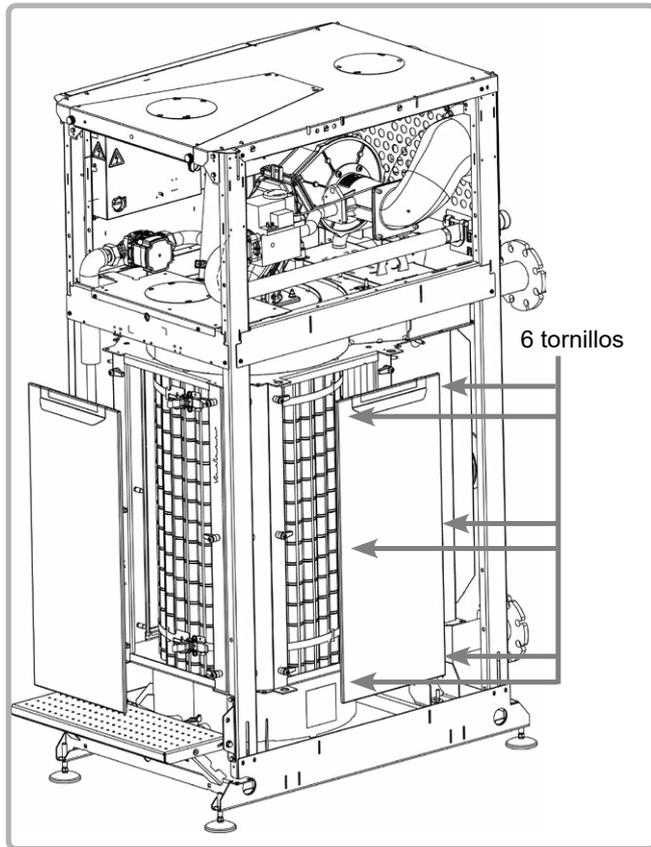

figura 45 - Desmontaje de las puertas del intercambiador
- Retire las juntas de su ranura y sustitúyalas por las nuevas juntas incluidas en el kit de mantenimiento (ver figura 45).